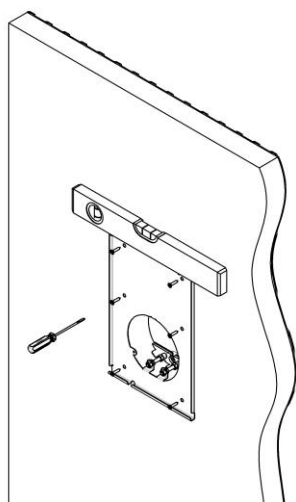

Рис. 17
7. Монтажную пластину выровняйте горизонтально с помощью строительного уровня и закрепите саморезами, см. Рис. 17